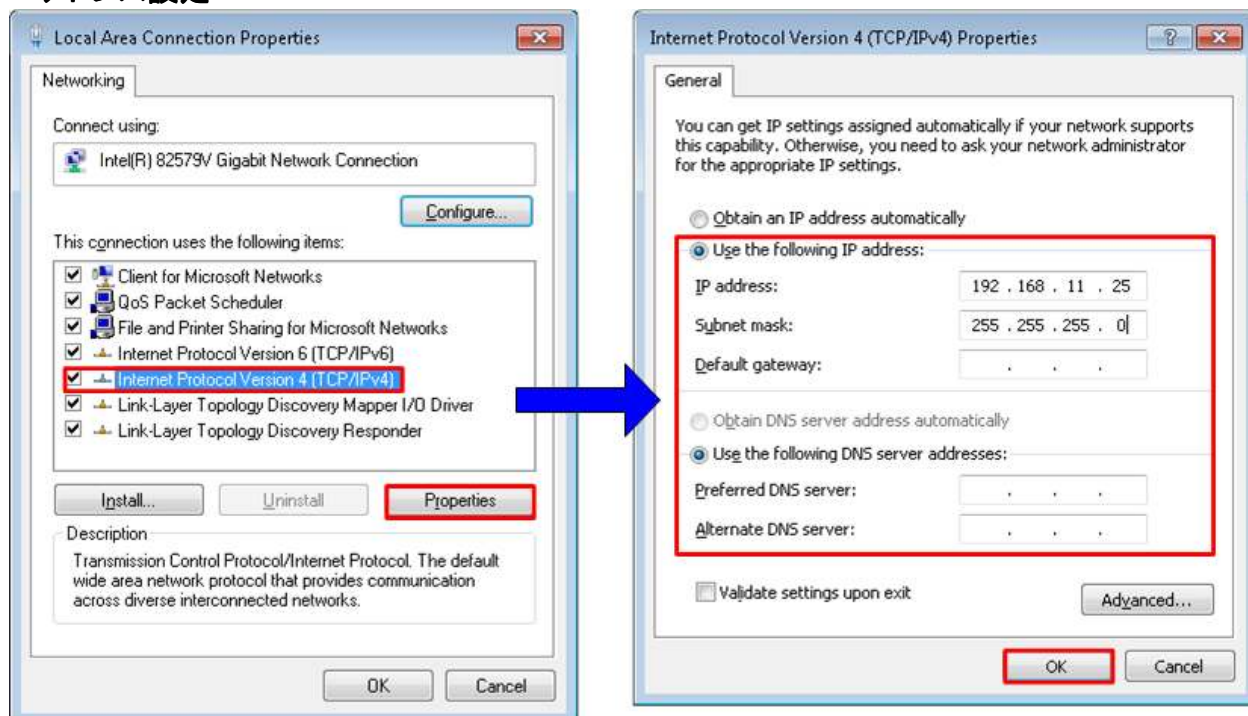

図 3-1: IPv4 設定
- 図 3-1 の左図の様に、テスト接続のローカルエリア接続プロパティを開きます。
- 図 3-1 の右図の様に、IP アドレスを **192.168.11.25** に、サブネットマスクを **255.255.255.0** に設定します。